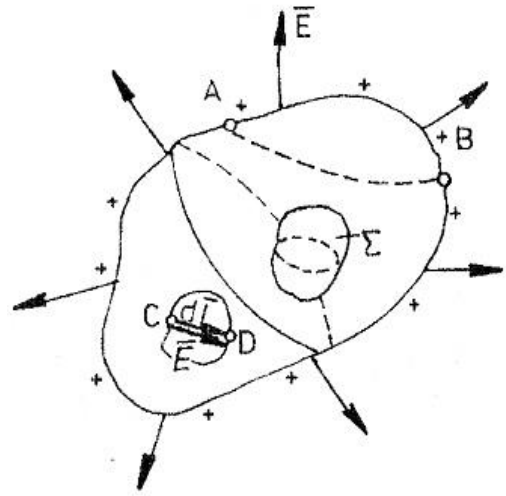

Fig.1.18 - Explicativă la demonstrarea consecințelor echilibrului electrostatic în corpurile metalice.
a) **Toate punctele de pe suprafața sau din interiorul unui conductor omogen și neaccelerat au același potențial.** Deoarece  $\vec{E} = 0$ , tensiunea între două puncte **A** și **B** (fig.1.18) va fi:
b) **Sarcina electrică de pe conductoare este repartizată numai pe suprafața acestora.** Fie o suprafață închisă  $\Sigma$  în interiorul conductorului (fig.1.18) aflat în echilibru electrostatic ( $\vec{E} = 0$ ). Din legea fluxului electric rezultă: